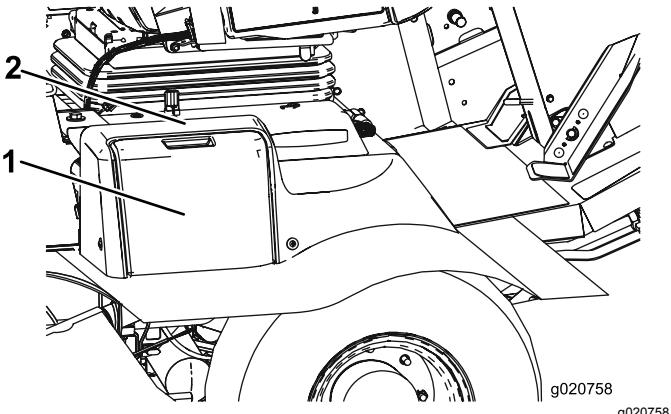

Figura 75
- Abra a cobertura da bateria no lado do resguardo (Figura 75).
Nota: Pressione a superfície plana por cima da cobertura da bateria para facilitar a remoção da cobertura (Figura 75).